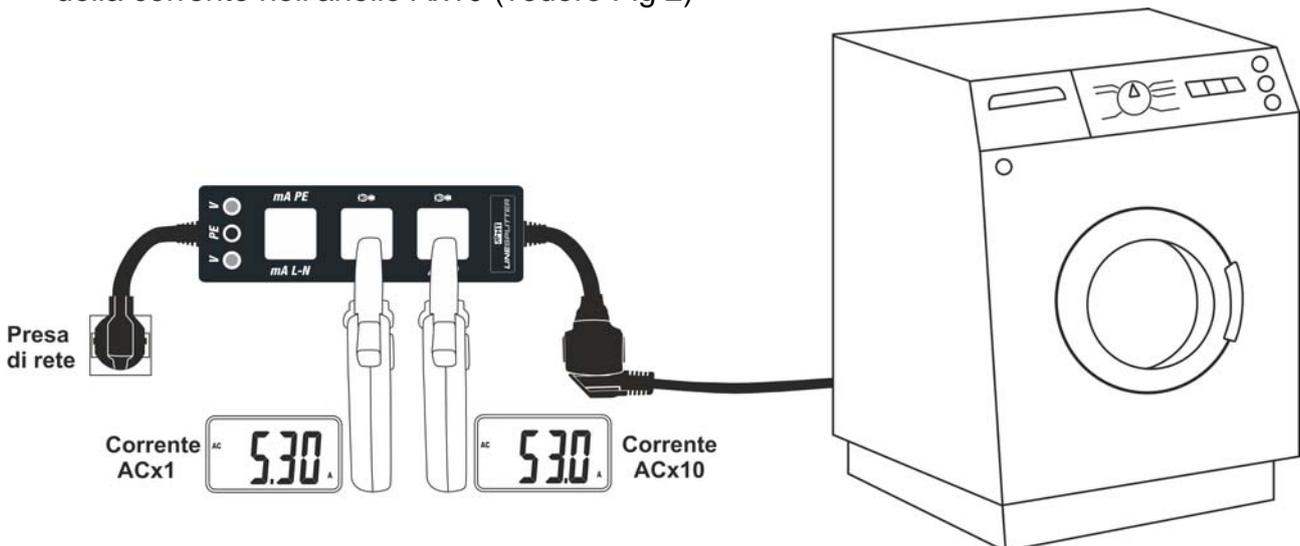

Fig 2: Uso dello strumento per misura corrente di linea
4. Leggere il valore della corrente di linea nell'anello Ax1 oppure dividere per 10 il valore della corrente nell'anello Ax10 (vedere Fig 2)